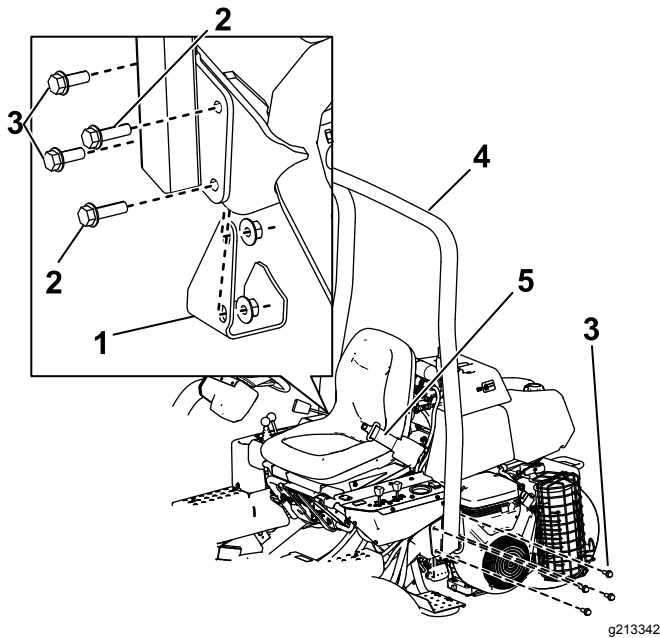

Figura 6
2. Baje la barra anti-vuelco (Figura 6) sobre los soportes de montaje, alineando los taladros de montaje.
soporte de montaje con 2 pernos (1/2" x 1 1/2"), 2 pernos (1/2" x 1 3/4") y contratuercas, según se muestra en la Figura 6.
3. Sujete cada lado de la barra antivuelco al soporte de montaje con 4 pernos (1/2" x 1 1/2") y contratuercas (Figura 6).